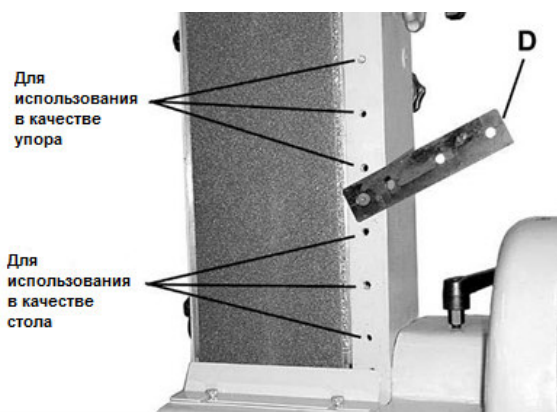

Рис. 23
Чтобы использовать упорное приспособление в качестве стола (или упора), открутите два винта (В). Снимите приспособление и проверните соединительную планку (см. Рис. 23, D) на 180 градусов, совмещая отверстия в планке с отверстиями на станке. Поместите приспособление на соединительную планку так, чтобы поверхность стола была перпендикулярна ленте. Совместите пазы приспособления с отверстиями соединительной планки, затем снова закрутите винты (В).
**Осторожно!** При установке основания упорного приспособления всегда пользуйтесь соединительной планкой (см. Рис. 23, D). Несоблюдение данного предписания может привести к повреждению приспособления, а также порче шлифовальной ленты.